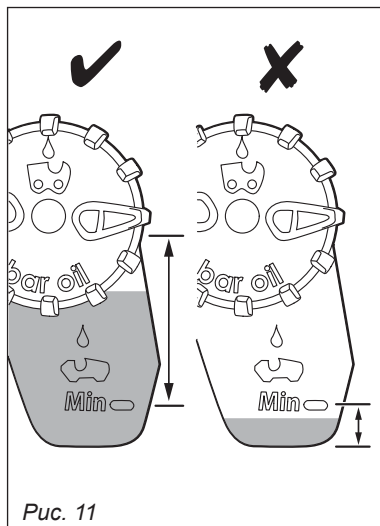

Рис. 11
- В процессе пиления следите за уровнем масла, не допускайте его полного расходования (рис. 11).